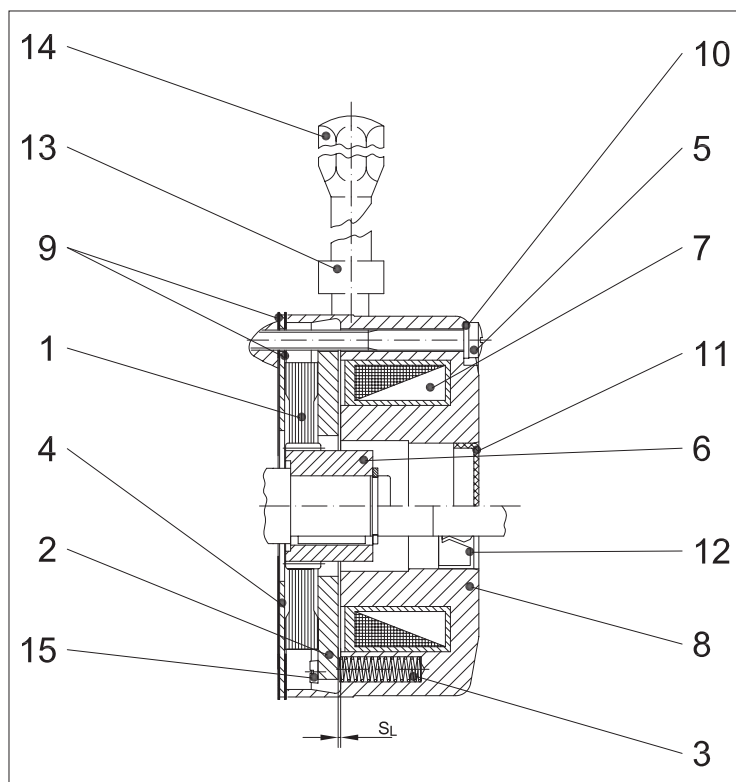

Figura 1: Freno de resorte de las series E003B o E004B
- 3 Funcionamiento** El principio de funcionamiento se detalla en la figura 1.